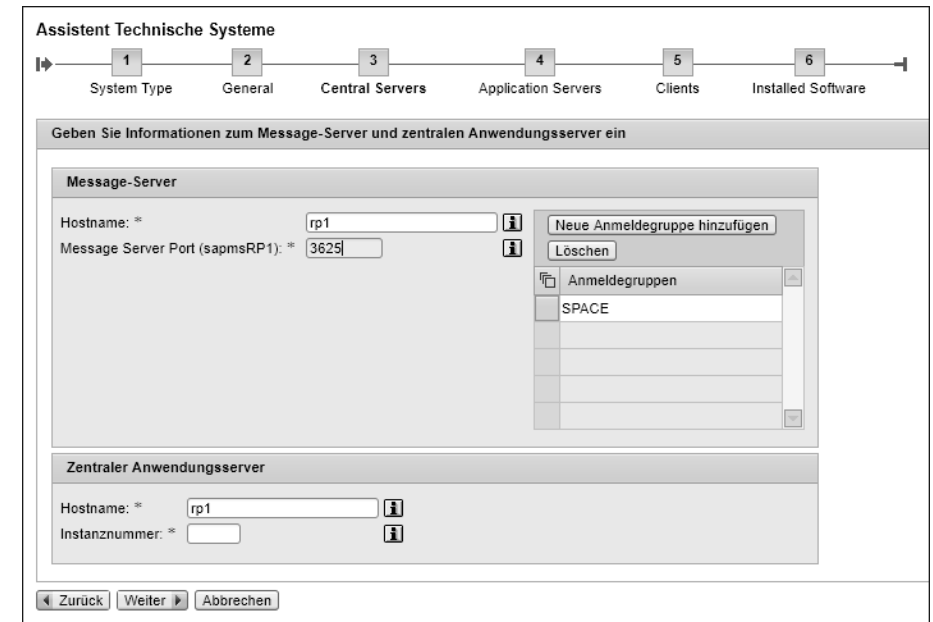

Abbildung 4.15 Message-Server-Port und Anmeldegruppen
7. In diesem Abschnitt des Assistenten müssen Sie die Informationen zum Message-Server (Port und Anmeldegruppe) und zum zentralen Anwendungsserver eingeben (Hostname und Instanznummer, siehe Abbildung 4.15). Dann klicken Sie auf **Weiter**.